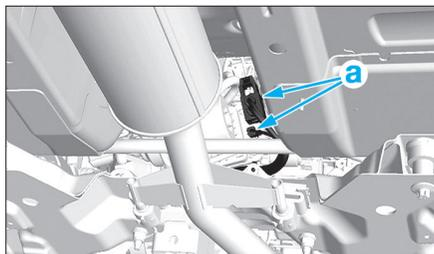

Fig. 11
- Débrancher les connecteurs en "a" (Fig.11).